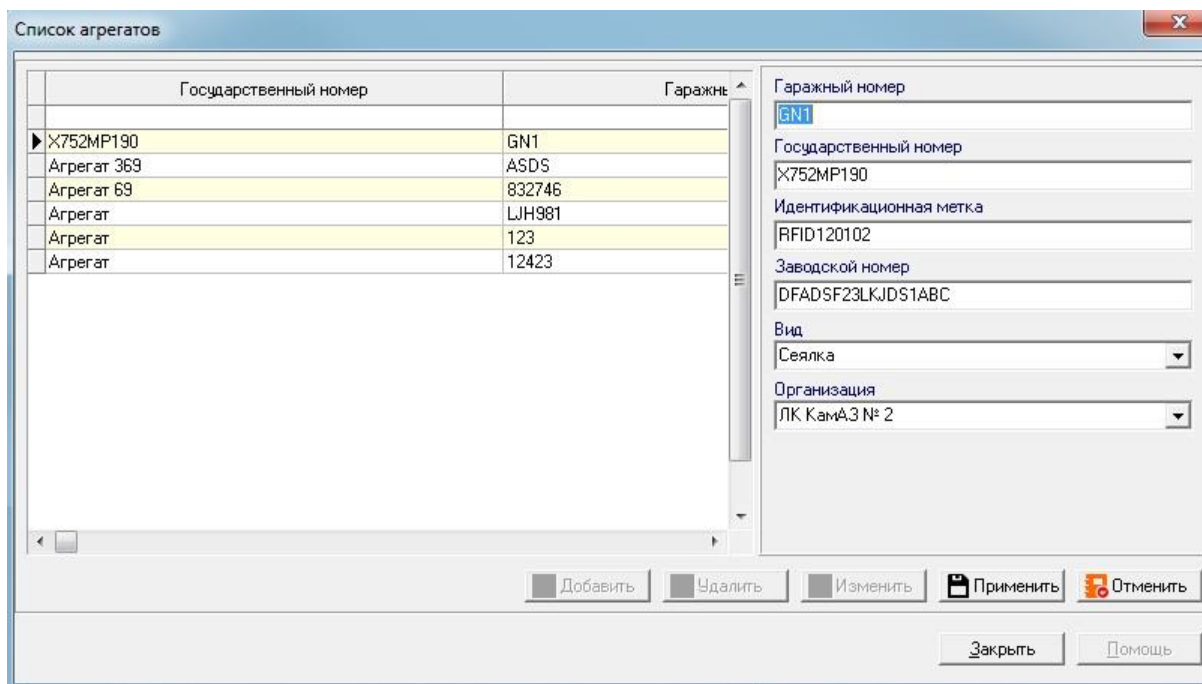

Рисунок 90 – Форма «Список агрегатов»
- 1) вызвать пункт меню «Справочники» ⇒ «Агрегаты» ⇒ «Список агрегатов». Программа предоставляет форму соответствующего редактора справочника «Список агрегатов» (см. Рисунок 90).